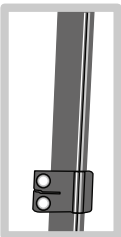

Figure 6
3. Positionnez les colliers de montants sur les extrémités des montants. Ne les serrez pas pour le moment. Si votre vélo comporte des colliers de montants, c'est le moment de s'assurer qu'ils sont montés sur les montants des jambages les plus à l'arrière (figure 6).